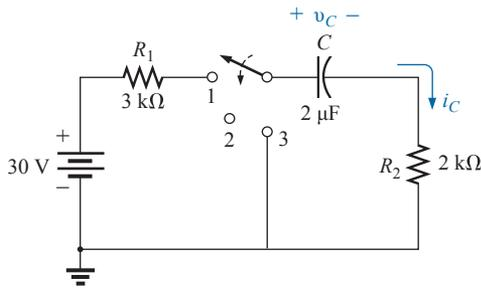

Figura 10.98 Problema 26.
26. Considerando o circuito da Figura 10.98, composto de valores-padrão: